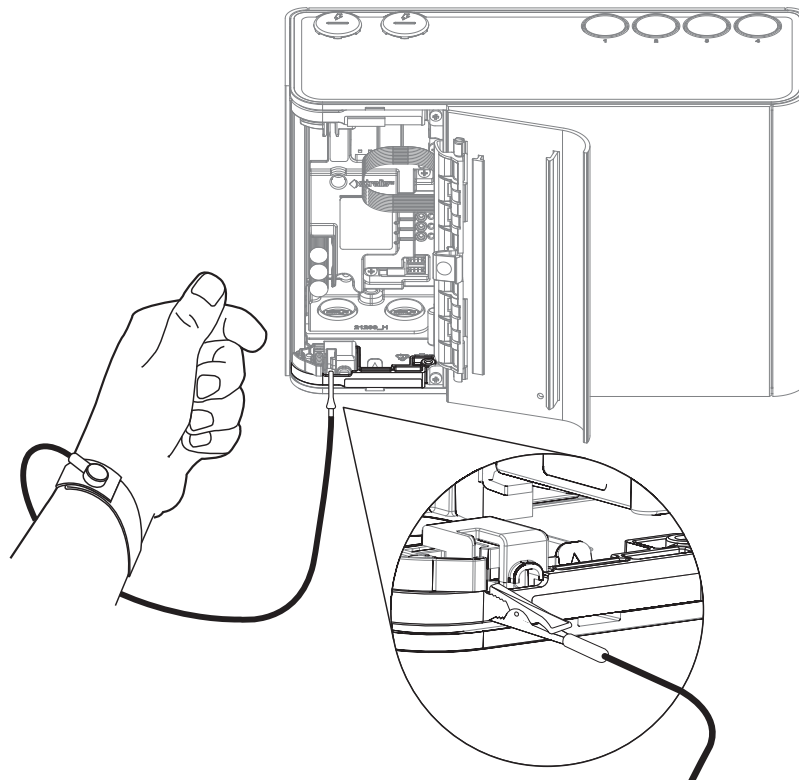

Figure 7-7: Wrist Strap application
**Caution:** Electrostatic discharge (ESD) precautions need to be taken prior to removing the fascia from the detector. A wrist strap must be connected to the case of the detector (Figure 7-7).
**Attention :** Les precautions contre le decharge electrostatique dois etre respecter avant d'ouvrir le panneau du detecteur. Un bracelet doit être raccordé au panneau du détecteur (Figure 7-7).
**Attention :** Les precautions contre le decharge electrostatique doit etre respecter avant d'ouvrir le panneau du detecteur. Un bracelet doit être raccordé au panneau du détecteur (Figure 7-7).